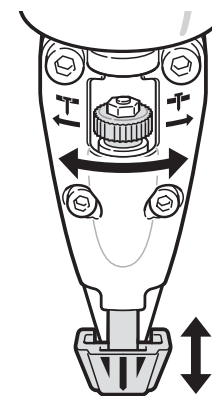

Figura 3
Regule la profundidad del engrapado girando la perilla ajustadora (Figura 3, artículo 1) hacia la izquierda (A) para el ajuste más profundo y a la derecha (B) para el más superficial. Para aumentar la profundidad de las grapas, incremente la presión de aire cuando la perilla ya esté fijada en el ajuste más alto. Para disminuirla, reduzca la presión de aire cuando la perilla ya esté fijada en el ajuste más bajo. Si las grapas se insertan con demasiada profundidad cuando la perilla está en el ajuste más bajo, disminuya la presión de aire. En general, el grapador neumático tendrá mayor vida útil cuando la perilla se fije en el ajuste más bajo, ya que el mecanismo de inserción de grapas sufre menos desgaste y deterioro.